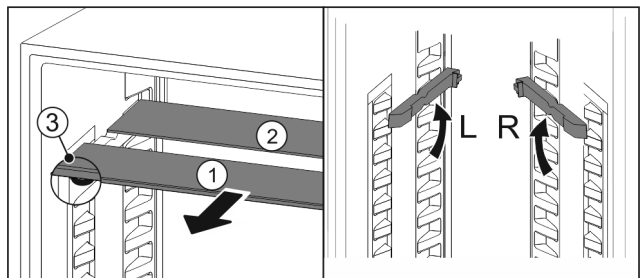

Fig. 76
- ▶ estrarre i ripiani di vetro singolarmente tirando in avanti Fig. 76 (1).
- ▷ Il piano in vetro Fig. 76 (1) con il motivo ornamentale è nella parte anteriore.
- ▷ I fermi Fig. 76 (3) sono rivolti verso il basso.